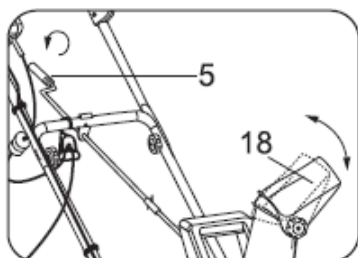

Рис.9
- Отрегулируйте направление выпускного желоба, поворачивая ручку **(5)** для поворота (Рис. 9).
- Для регулировки угла наклона дефлектора **(18)** ослабьте крепление дефлектора, задайте нужный угол и закрепите (Рис. 9).